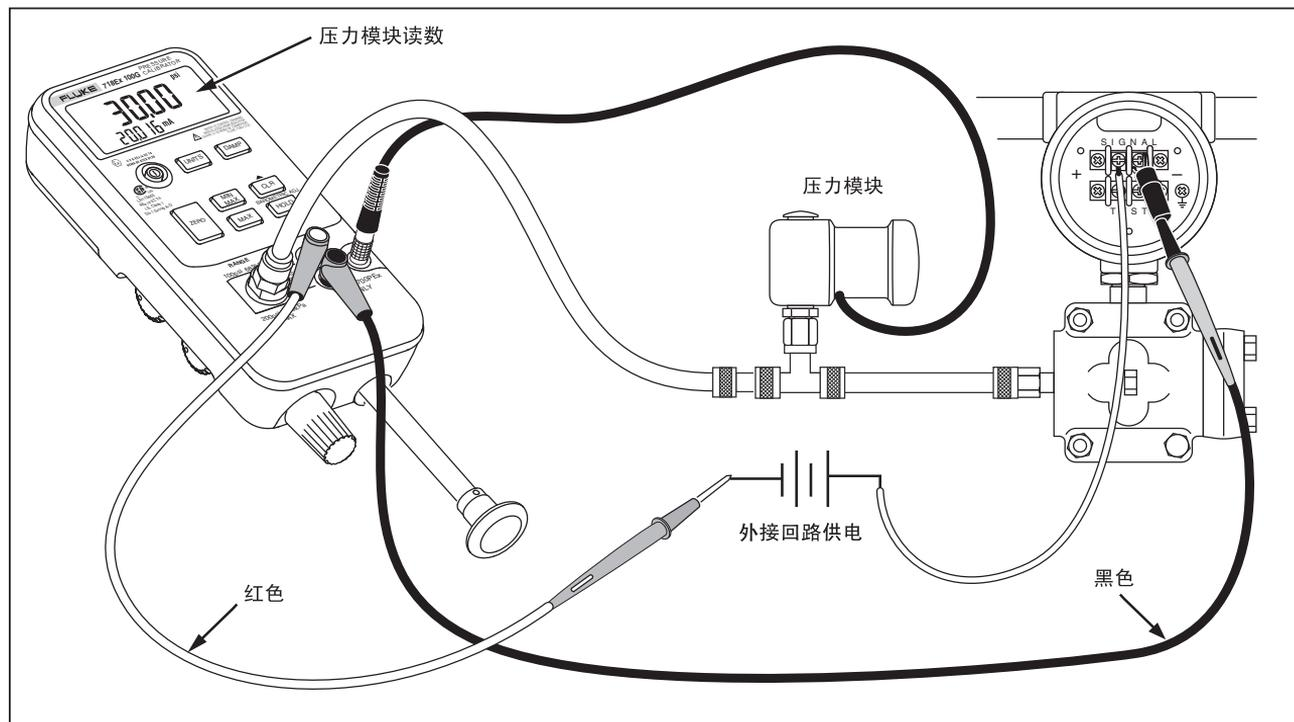

图 5. 带内部压缩机的压力模块
内部压缩机也可与某些 Fluke 700PEX 系列压力模块一起使用。在这种情况下, 由校准器显示压力模块所测量的压力。表 4 列出了各型号校准器适用的压力模块。图 5 显示与压力模块同时使用的内部压缩机。
2. 按图 4（内部压力传感器测量）或图 5（压力模块测量）所示方式，将被测压力发送机与校准器内部传感器连接。